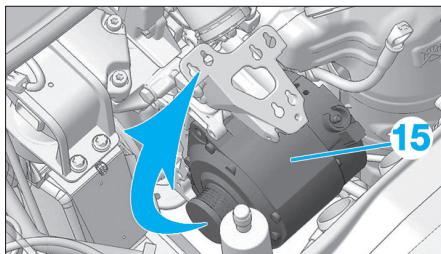

Fig. 6
- l'alternateur (15) par le dessus suivant la flèche (Fig.6).